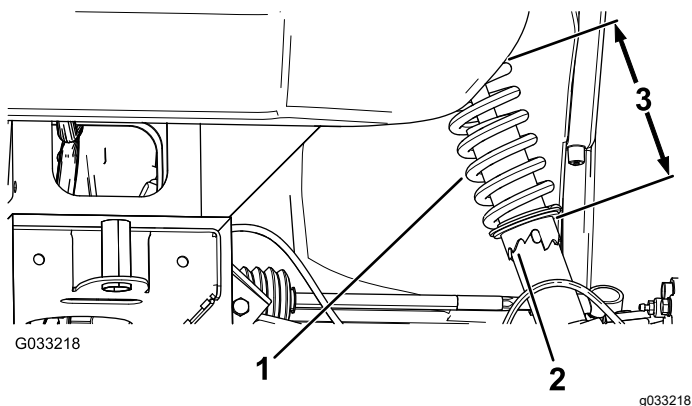

Рисунок 54
2. Если развал не отрегулирован, используйте ключ, чтобы повернуть кольцо на амортизаторе для выравнивания колеса (Рисунок 54).